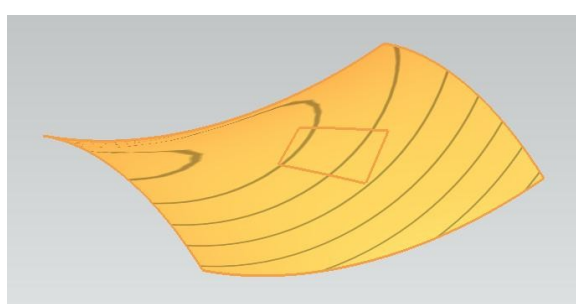

рис.64
- На рис.64 показан результат проверки качества полученных стыков в отраженном свете.